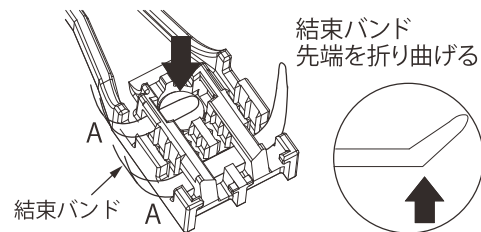

図4 結束バンド挿入時
1. 光ケーブル外被をケーブルクランプ部にのせる前に、結束バンドを A 部に挿入してください。(図 4)